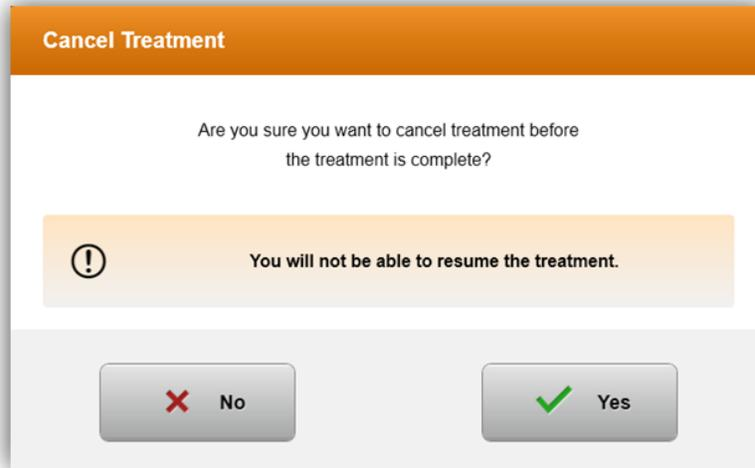

Figura 3-29. Confirmar/cancelar o tratamento parcial
- Um pop-up de aviso aparecerá quando 'Cancelar tratamento' for selecionado no meio do tratamento, conforme mostrado na Figura 3-29.